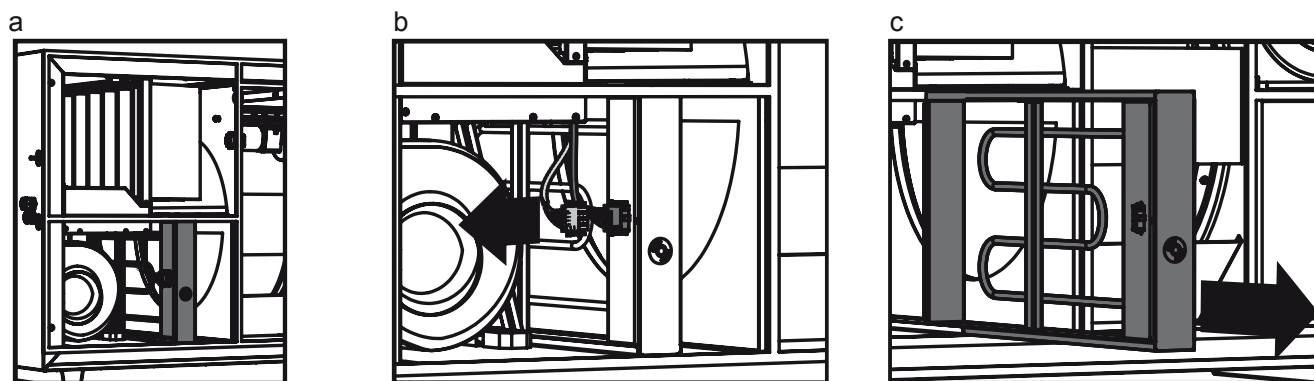

Рис. 7
- при необходимости извлеките электронагреватель как показано на рис. 7;
Извлеките электронагреватель как показано на рис. 7.